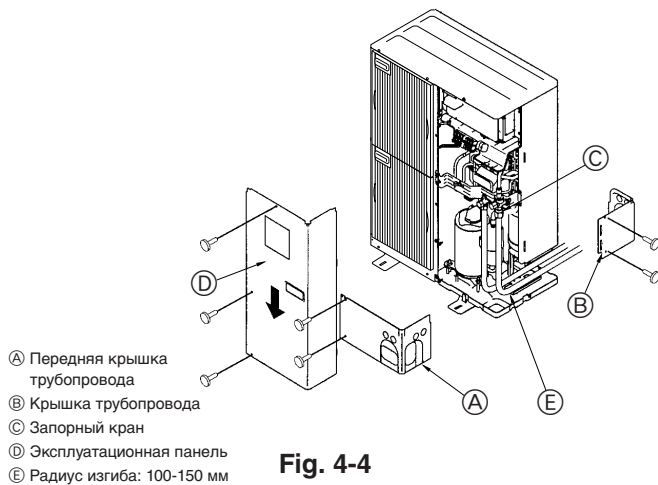
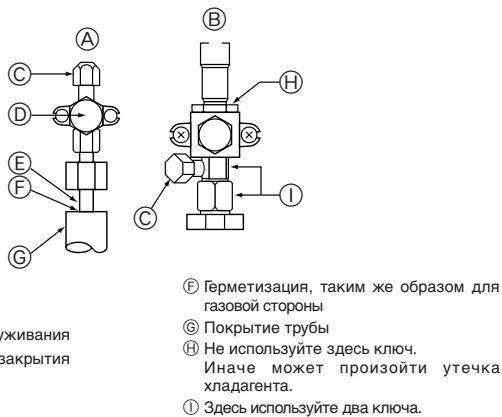

Fig. 4-4
Fig. 4-5
4.3. Прокладка труб хладагента (Fig. 4-4)
- Снимите эксплуатационную панель ① (три винта), а также переднюю крышку трубопровода ② (два винта) и заднюю крышку трубопровода ③ (два винта).
- ① Подсоедините трубопроводы хладагента к устройству, предназначенному для установки внутри/вне помещения, при полностью закрытом запорном вентиле устройства для установки вне помещения.
- ② Произведите вакуумную продувку воздуха из внутреннего прибора и труб соединения.
- ③ После соединения труб хладагента проверьте соединенные трубы и внутренний прибор на наличие утечек газа. (См. 4.4. "Метод проверки герметичности трубопровода хладагента.")
- ④ Высокопроизводительный вакуумный насос установлен у сервисного порта запорного клапана для поддержания вакуума в течение соответствующего времени (по крайней мере, в течение одного часа после достижения разрежения в -101 кПа (5 торр)), чтобы обеспечить вакуумную сушку внутри труб. Всегда проверяйте степень вакуума в коллекторе манометра. Если в трубе имеются остатки влаги, степень вакуума при использовании кратковременного разрежения не достигается. После вакуумной сушки, полностью откройте запорные клапаны (и жидкостный, и газовый) наружного прибора. Эта процедура завершает соединение контуров охлаждающих жидкостей внутреннего и наружного приборов.
- ⑤ Для предотвращения пропитывания изоляционного материала на торцах труб водой произведите уплотнение соединений трубопроводов герметиком.
4.4. Метод проверки герметичности трубопровода хладагента (Fig. 4-5)